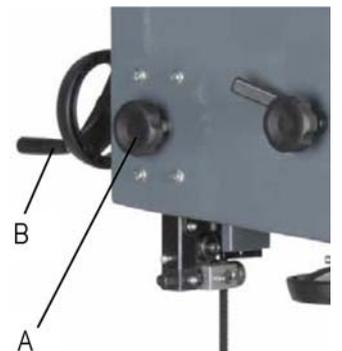

Fig. 10 : Réglage du guide de la lame
1. Desserrez la vis de serrage (fig. 10, A).
2. Réglez le guide de lame à la hauteur optimale en tournant le volant (fig. 10, B).
3. Fixez la position du guide de lame en ressermant la vis de serrage (fig. 10, A).